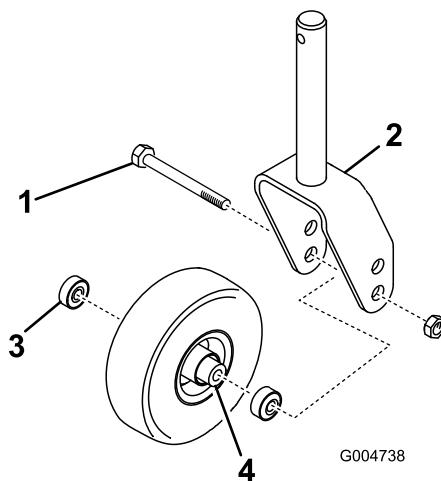

図 29
1. キャスタホイール・アセンブリをキャスタフォークの間に保持しているボルトのロックナット(図 29を外す。キャスタホイールをつかんでおいて、ボルトをフォークまたはピボットアームから抜き取る。
2. ホイールのハブからベアリングを外して、ベアリングスペーサを床に落とす図 29。ホイールハブの反対側にあるベアリングを取り出す。